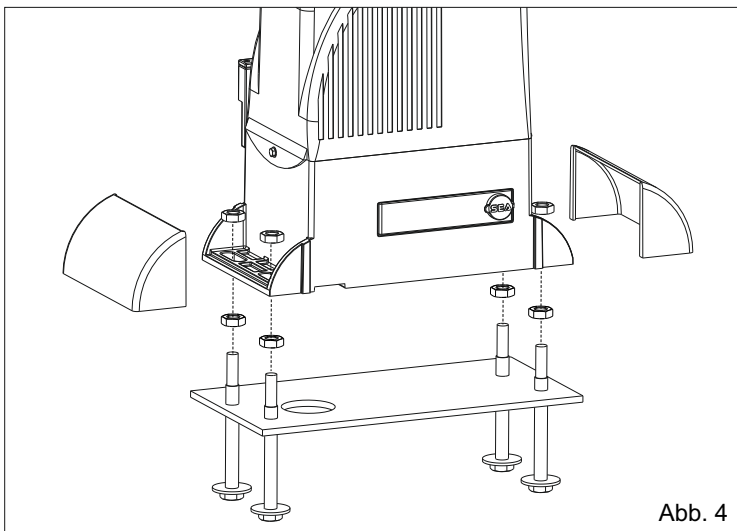
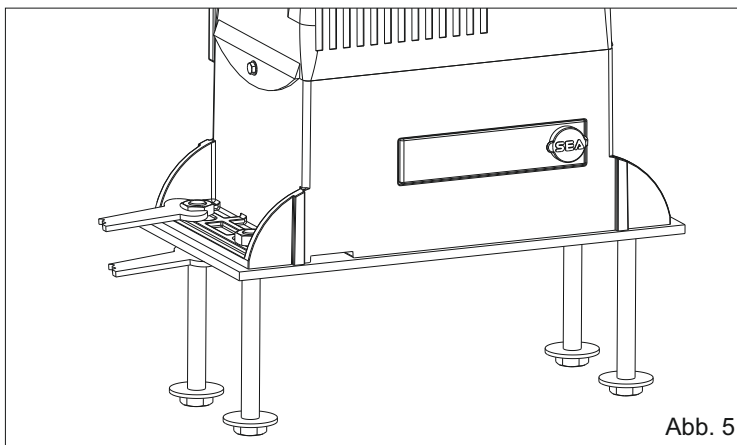

Abb. 4
Abb. 5
**4.1.** Den Antrieb an die Grundplatte befestigen und dabei die Seitenposition und seine Höhe einstellen (Abb. 4 - Abb. 5) entsprechend der in Abb. 2 angegebenen Masse.